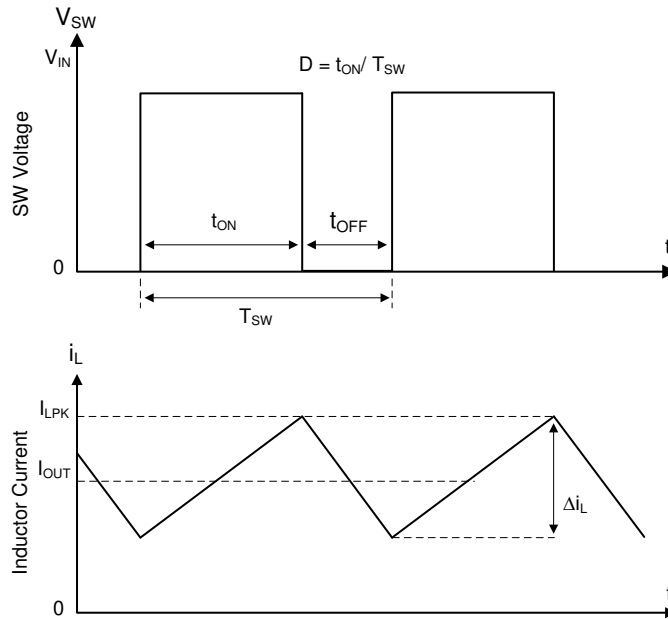

图 6-1. 连续导通模式 (CCM) 下的 SW 节点和电感器电流波形
TPSM84338 的以下运行说明涉及功能方框图和图 6-1 中的波形。TPSM84338 是一款同步降压转换器，具有集成式高侧 (HS) 和低侧 (LS) MOSFET (同步整流器)。TPSM84338 通过使用受控的占空比打开高侧和低侧 NMOS 开关来提供稳定的输出电压。高侧开关导通期间，SW 引脚电压上升至约 V_{IN} ，电感器电流 i_L 以线性斜率 $(V_{IN} - V_{OUT})/L$ 增加。当高侧开关被控制逻辑断开时，低侧开关在经过反击穿死区时间后将会导通。电感电流通过低侧开关以斜率 $-V_{OUT}/L$ 放电。降压转换器的控制参数为占空比 $D = t_{ON}/t_{SW}$ ，其中 t_{ON} 是高侧开关导通时间， t_{SW} 是开关周期。转换器控制环路通过调整占空比 D 来维持恒定的输出电压。在可忽略损耗的理想降压转换器中， D 与输出电压成正比，与输入电压成反比： $D = V_{OUT}/V_{IN}$ 。